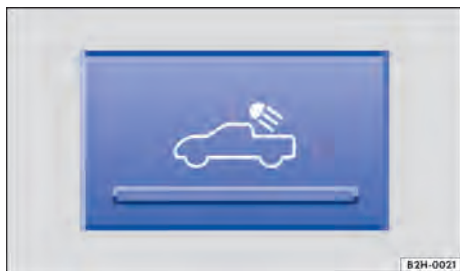
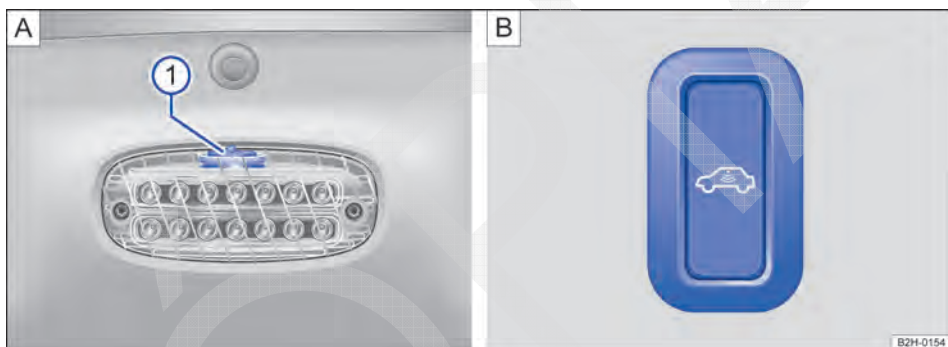

Fig. 71 No console central: botão da iluminação do compartimento de carga.
Fig. 72 Sobre a tampa traseira: interruptor da iluminação da capota rígida do compartimento de carga.
A iluminação do compartimento de carga é ligada com a ignição *desligada*, pressionando-se o botão ⇒ Fig. 71.
- por pressão no botão ⇒ Fig. 71.
A iluminação da capota rígida do compartimento de carga não pode ser ligada quando o interruptor ⇒ Fig. 72 ① A estiver na posição central.
- *Ligar a iluminação da capota rígida do compartimento de carga:* pressionar o interruptor ① A para esquerda ou direita.
- **OU:** pressionar o botão ⇒ Fig. 71.
- **OU:** pressionar o interruptor ① na posição central.